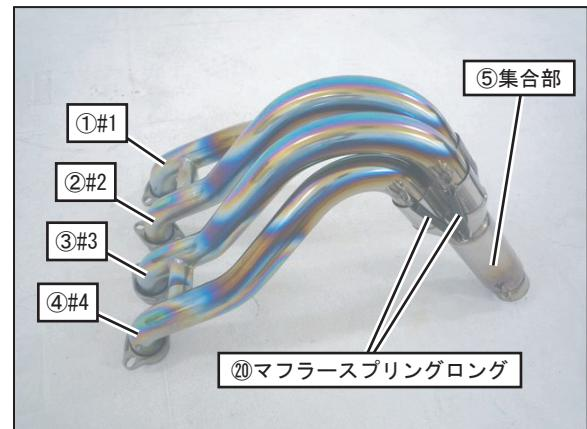

FIG. 11
12. エキゾーストパイプ①#1と②#2、③#3と④#4をそれぞれ連結させて、⑤集合部に貼つてある識別ラベルと同じ番号のエキゾーストパイプを⑤集合部に取り付け、スプリング取付工具を使用して⑯マフラー弹簧ロングを取付けて下さい。（FIG. 11参照）